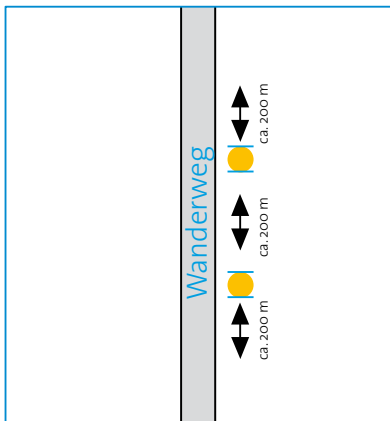

Abb. 2: Zwischenmarkierung
- An kreuzungsfreien Abschnitten richtet sich der Abstand von einem Zeichen zum nächsten nach der Übersichtlichkeit der Wegstrecke. Auf gut erkennbaren Wegen werden etwa alle 200 m Zwischenmarkierungen (Beruhigungszeichen) angebracht (↗ siehe Abb. 2). Bei schmalen, im Gelände schlecht erkennbaren Wegen oder beim Fehlen einer eindeutigen Trittspur kann es erforderlich sein, den Abstand zwischen zwei Markierungen zu verringern. In diesem Fall wird ein sogenanntes Fortsetzungszeichen in ausreichenden Abständen (max. Entfernung 50 m) empfohlen. Als Faustregel gilt, dass beim Passieren eines Zeichens bereits das nächste Zeichen zu sehen ist.